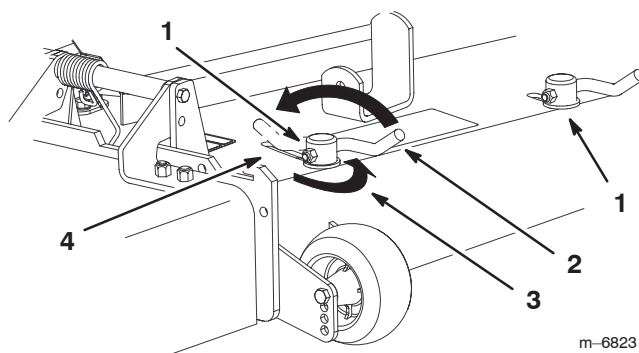

Bild 14
1. Wenn Sie die Haltenocken einstellen möchten, schieben Sie den Hebel nach oben und lösen Sie die Haltenocke (Bild 14).